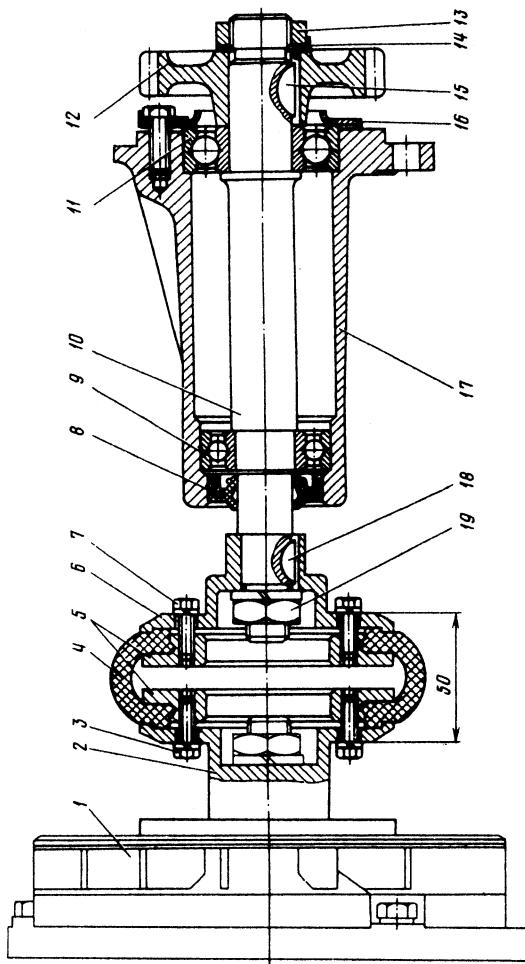

Рис. 78. Привод генератора:
- во внутреннюю полость оболочки 4 (рис. 78) вставить два кольца 5 таким образом, чтобы внутренний буртик оболочки вошел в соответствующие проточки колец; при необходимости пользоваться отверткой с притупленными кромками рабочей части;
3. Генератор в сборе с муфтой установить на кронштейн и продвинуть его в сторону привода до соприкосновения торца оболочки с торцом ведущей полумуфты 6. После этого перемещением генератора в осевом направлении установить размер 50 мм между наружными плоскостями ведущей и ведомой полумуфт, как показано на рис. 78.